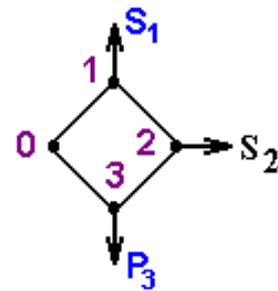

Рисунок 33
**Вариант 11.** Для схемы однородной кольцевой электрической сети  $U_H = 110$  кВ (рис.33) определить: